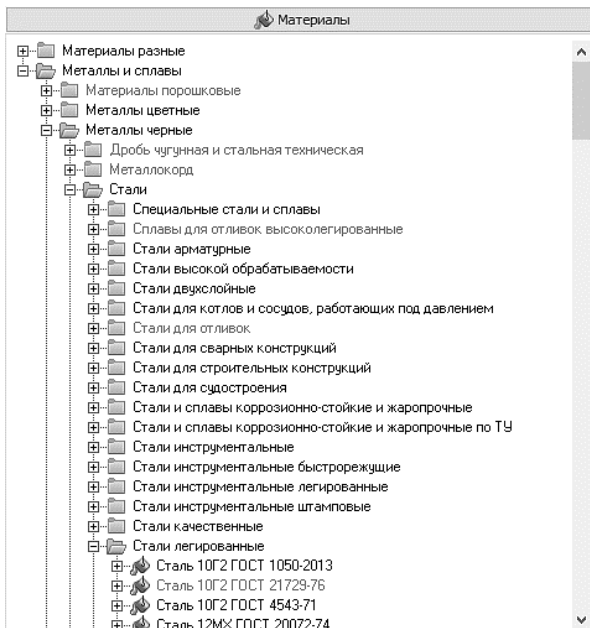

Рис. 8. Выбор материала
1.1.10 На **Панели выбора** (в левой части окна) последовательно откройте «ветви» **Металлы и сплавы – Металлы черные – Стали – Стали легированные** (рис. 8).